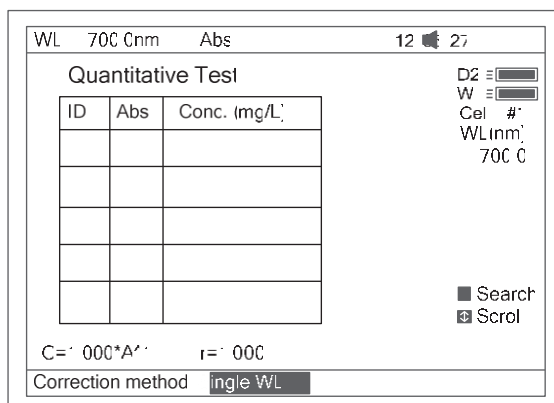

Fig 27
2. Pulse **GOTO λ** para seleccionar el método de corrección e introducir el valor de longitud de onda. Hay tres métodos de corrección: LO simple, iso-absorbancia y 3 puntos (Fig 27).